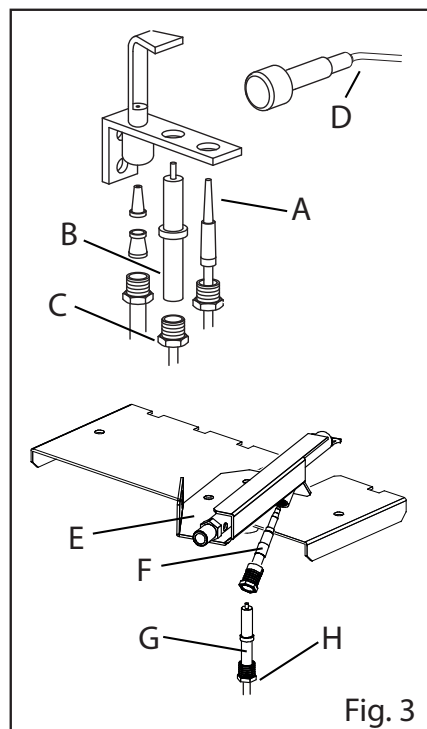

Fig. 3
- Svitare l'iniettore dalla propria sede (Fig. 3).
- Svitare il corpo pilota (solo per modelli 980 - Fig. 3/E)
- Svitare la termocoppia dal pilota (Fig. 3/A per 700 - Fig. 3/F per 980)
- Staccare il cavo d'alta tensione della candeledda (Fig. 3/B per 700 - Fig. 3/G per 980)
- Svitare il dado (Fig. 3/C per 700 - Fig. 3/H per 980)
- Collegare il cavo d'alta tensione (Fig. 3/B per 700 - Fig. 3/G per 980)
- Staccare il cavo dall'accenditore piezoelettrico (Fig. 3/D)